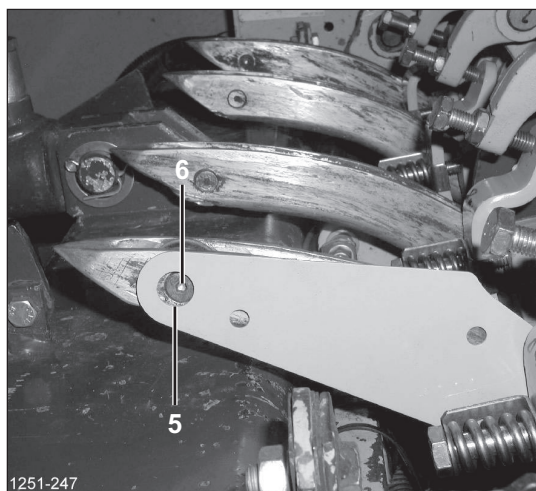

Рисунок 80
- При правильной регулировке иголок винт ролика иголок [6] появляется точно в отверстии [5] (Рисунок 80).